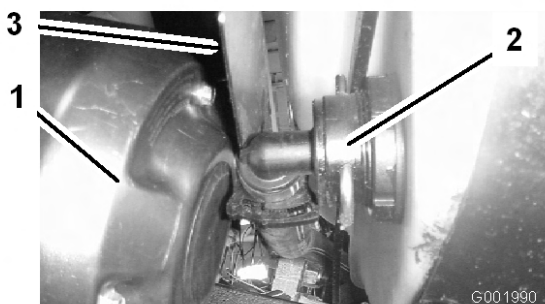

Figura 54
3. Retire a tubagem localizada em baixo na parte da frente do depósito (Figura 54).
Nota: Pode ser necessário fazer recuar a protecção contra o calor (Figura 54) quando retirar a tampa.
7. Ligue a tubagem na parte da frente do depósito (Figura 54).